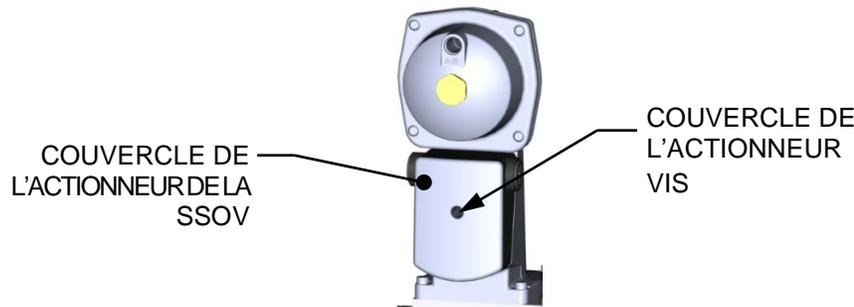

Figure 6.9 : Emplacement du couvercle de l'actionneur de la SSOV
La SSOV illustrée sur la Figure 6.9 intègre l'interrupteur de **Proof of Closure** (preuve de fermeture). Le circuit de l'interrupteur peut être contrôlé comme suit :
4. Retirez le couvercle de la SSOV en desserrant la vis illustrée sur la Figure 6.9. Soulevez le couvercle pour accéder aux branchements du câblage des bornes.